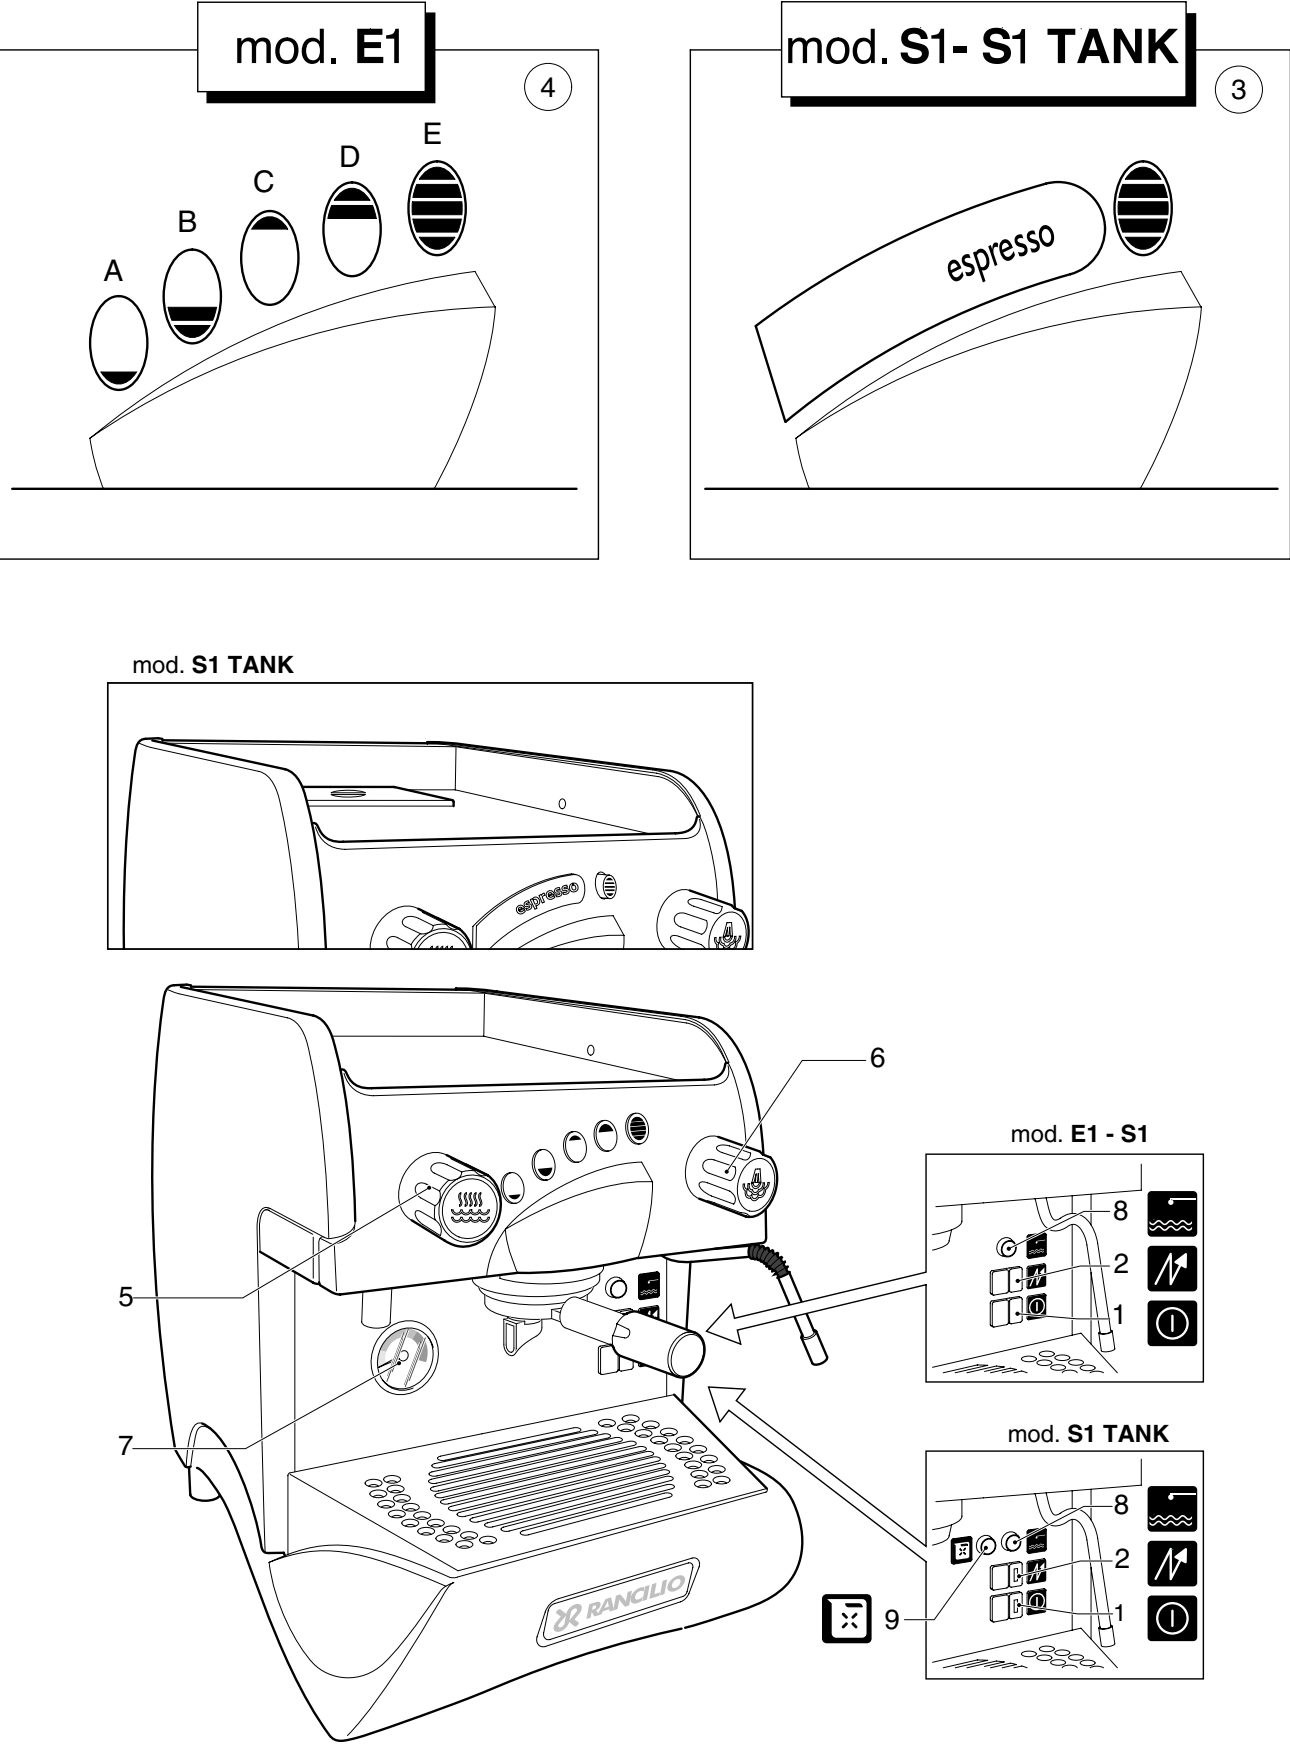

Fig. 8
7.1. Commandes Fig.8
## 7.2. Instruments de contrôle (Fig.8)
- Introduire 2 litres d'eau dans le réservoir et refermer le couvercle; vérifier le témoin (9 - Fig.8)
- Attendre que la pression d'exercice soit atteinte, aiguille du manomètre (7 Fig.8) sur la zone verte et que la machine atteigne à un bon équilibre thermique.
- Placer les tasses sous les becs de débit, et actionner le groupe avec la commande 3 ou le clavier 4 suivant le modèle (Fig.8).
- Ouvrir le robinet vapeur (6 - Fig.8) et baisser le récipient jusqu'à ce que l'atomiseur effleure la surface du lait.
- Ouvrir progressivement le robinet vapeur 6 Fig.8; la vapeur en bouillonnant dans le liquide lui cède de la chaleur en l'amenant jusqu'à la température désirée.